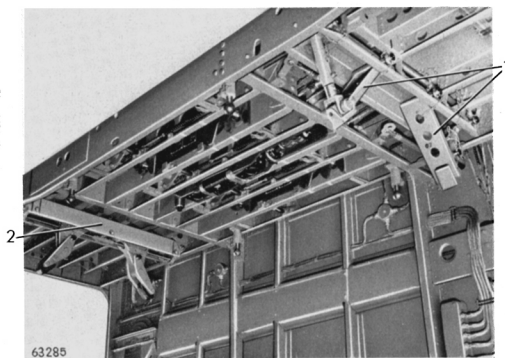

Abb. 59: Querabstützung für Schloßebene I bzw. Schloßebene II
*) Siehe Abb. 59.
***) Siehe Abb. 59.